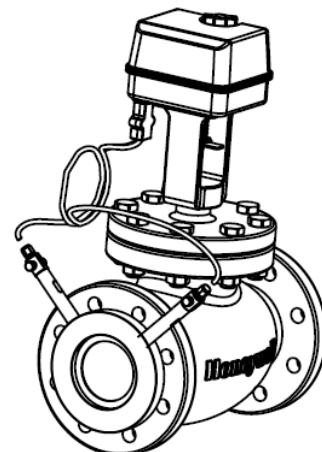

图9 电动执行器安装
1. 将调节阀杆提升并保持在最高处并与执行器的连接板连接，旋转执行器手动旋钮，使其连接板升到最高处，拧紧下端顶丝与调节阀固定，执行器下端面尽可能与调节阀的连接平面齐平，必要时需调节阀杆连接螺母（以上工作须在准备工作前做，以下须在准备工作完成后才能实施），执行器的安装如图9所示；